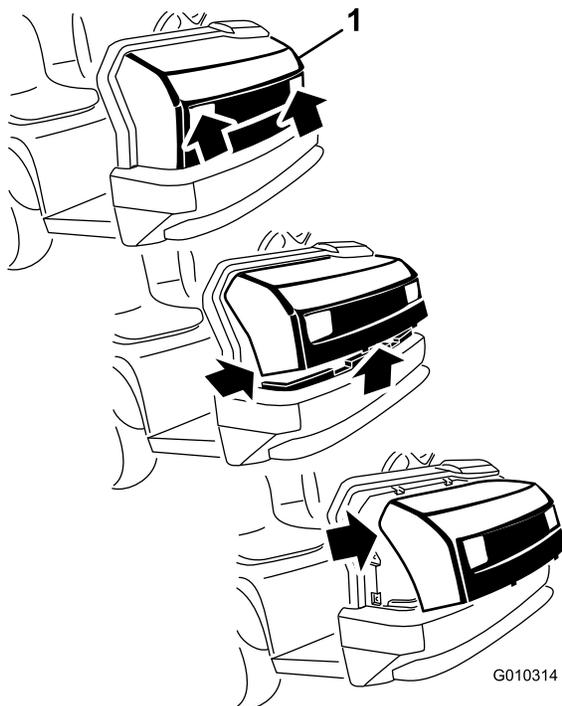

Figura 10
- Sujete el capó por los orificios de los faros y levántelo para poder liberar las pestañas de montaje inferiores de las ranuras del bastidor (Figura 10).
- Gire hacia arriba la parte inferior del capó hasta que pueda retirar las pestañas de montaje superiores de las ranuras del bastidor (Figura 10).
- Gire hacia adelante la parte superior del capó y desenchufe los conectores de cable de los faros (Figura 10).